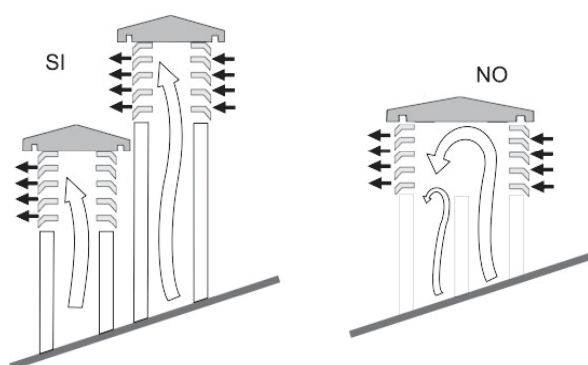

Fig.3
- Qualora si utilizzino canne fumarie ad uscite parallele si consiglia di alzare di un elemento la canna controvento. (fig.3)